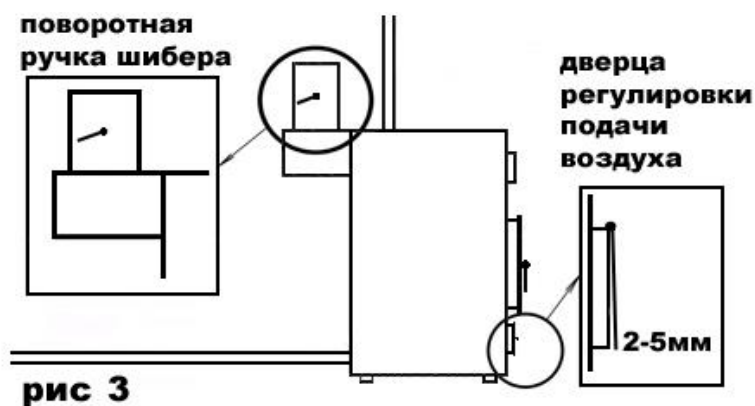

Рис. 3
9. – после того как воздух в отапливаемом помещении нагреется, прикройте дверцу регулировки подачи воздуха, оставив воздушный зазор примерно – 3-5мм (рис. 3), закройте на половину заслонку в дымоотводящем патрубке (если шибер шторный – то выдвинуть его до риски на шторке). Таким образом, будет обеспечена правильная работа котла и соответственно максимально эффективный, экономичный, комфортный режим работы, не требующий дополнительной регулировки, до тех пор, пока в топке не останется топлива менее десятой части от полной загрузки,
12. - если вы доложите больше топлива, чем находится в топке, более чем в три раза, то необходимо приоткрыть дверцу регулировки подачи воздуха под 30-45° относительно вертикали (рис 1), буквально на 5-10 минут, пока не займется дымом, не начнет тлеть вновь заложеное топливо (чем влажнее топливо - тем дольше), после чего необходимо вернуть дверцу регулировки подачи воздуха в положение 3-5мм зазора (рис. 3),